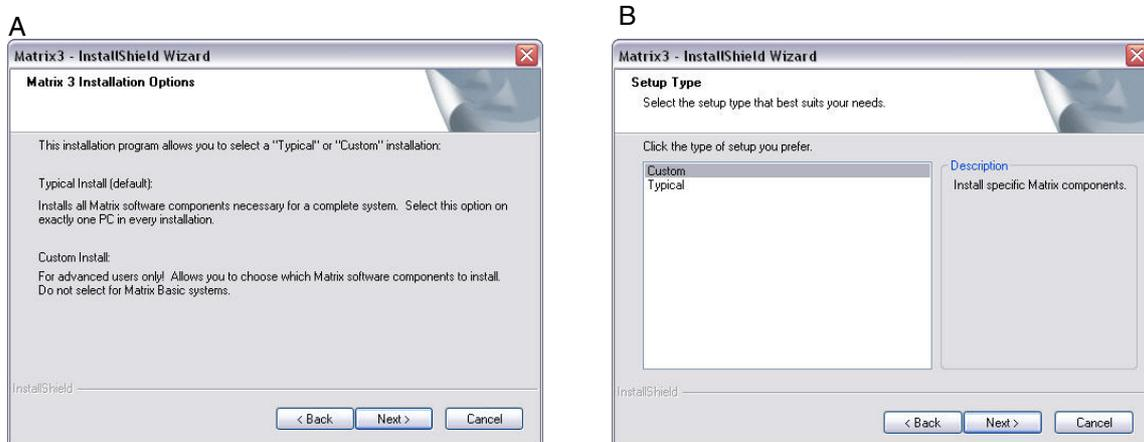

ABB. 14
- Nach dem Anklicken von „WEITER“, wodurch Sie der Lizenzvereinbarung zustimmen, wird das Fenster mit Installationsoptionen (A) angezeigt, dargestellt in ABB. 14. Dieses Fenster beschreibt die zwei zur Auswahl stehenden Installationsoptionen.
Nach dem Anklicken von „WEITER“ wird das Fenster mit Setup-Varianten (B) angezeigt, ABB. 14. Hier wählen Sie aus, welche Installationsvariante Sie ausführen werden.